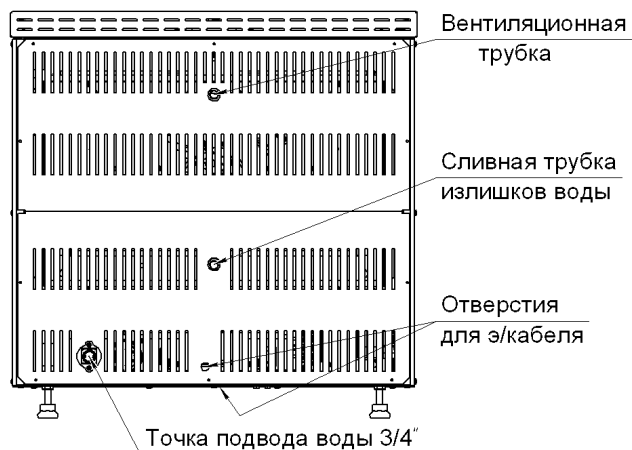

Рис.3
4.15 Подключение воды (см. рис. 3) производится к штуцеру клапана (резьба наружная 3/4"), расположенному с тыльной стороны печи. Подключение рекомендуем производить гибкой подводкой с накидной гайкой 3/4" через вентиль или шаровой кран. Подключение воды, возможно, произвести, не снимая заднюю нижнюю панель.